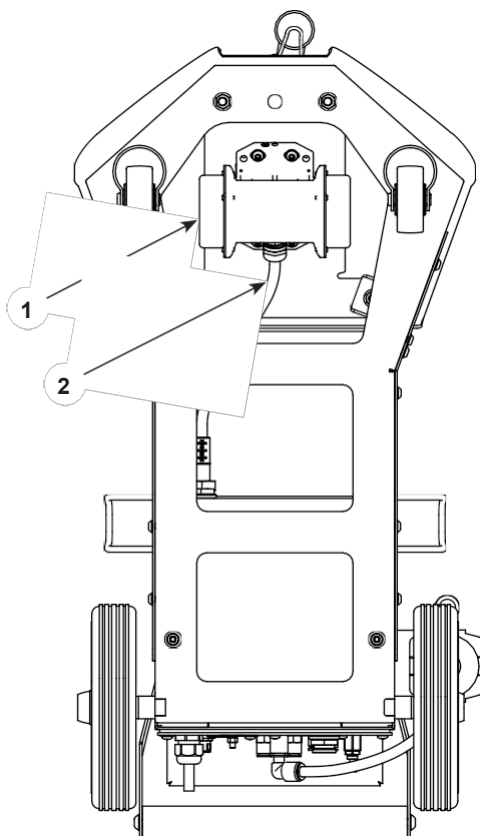

Figure 7-5 Remplacement du moteur du vibreur
Voir la figure 7-5. Lors du remplacement du moteur du vibreur (1), veillez à commander le moteur correspondant à la tension du système. Vérifiez l'étiquette apposée sur le moteur du vibreur. Les moteurs de remplacement comprennent le câble d'alimentation (2).